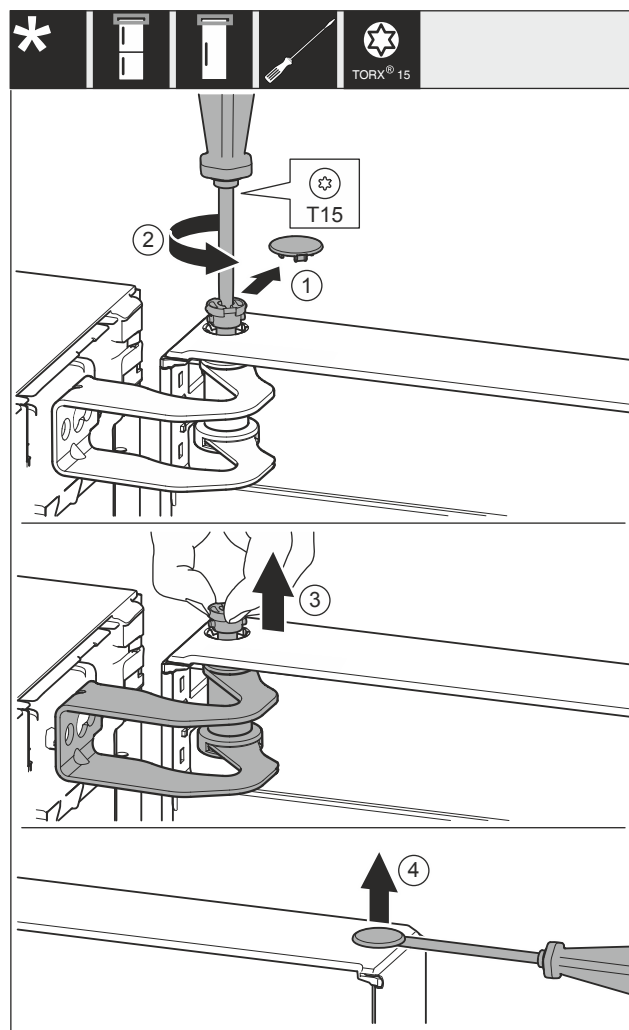

Fig. 10
- Rimuovere con cautela la copertura Fig. 10 (1).
- Estrarre di un passo i perni Fig. 10 (2) con un cacciavite.
- Estrarre i perni Fig. 10 (3) con le dita.
- Sollevare la copertura Fig. 10 (4) con cautela con un cacciavite e rimuoverla.